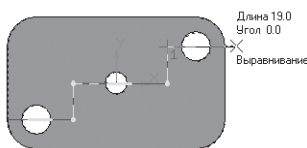

Рис. 248
- с помощью  – непрерывного ввода объекта  – **Ортогонального черчения**, и  – глобальной привязки **Выравнивание** постройте эскиз в виде ступеньки (рис. 248);